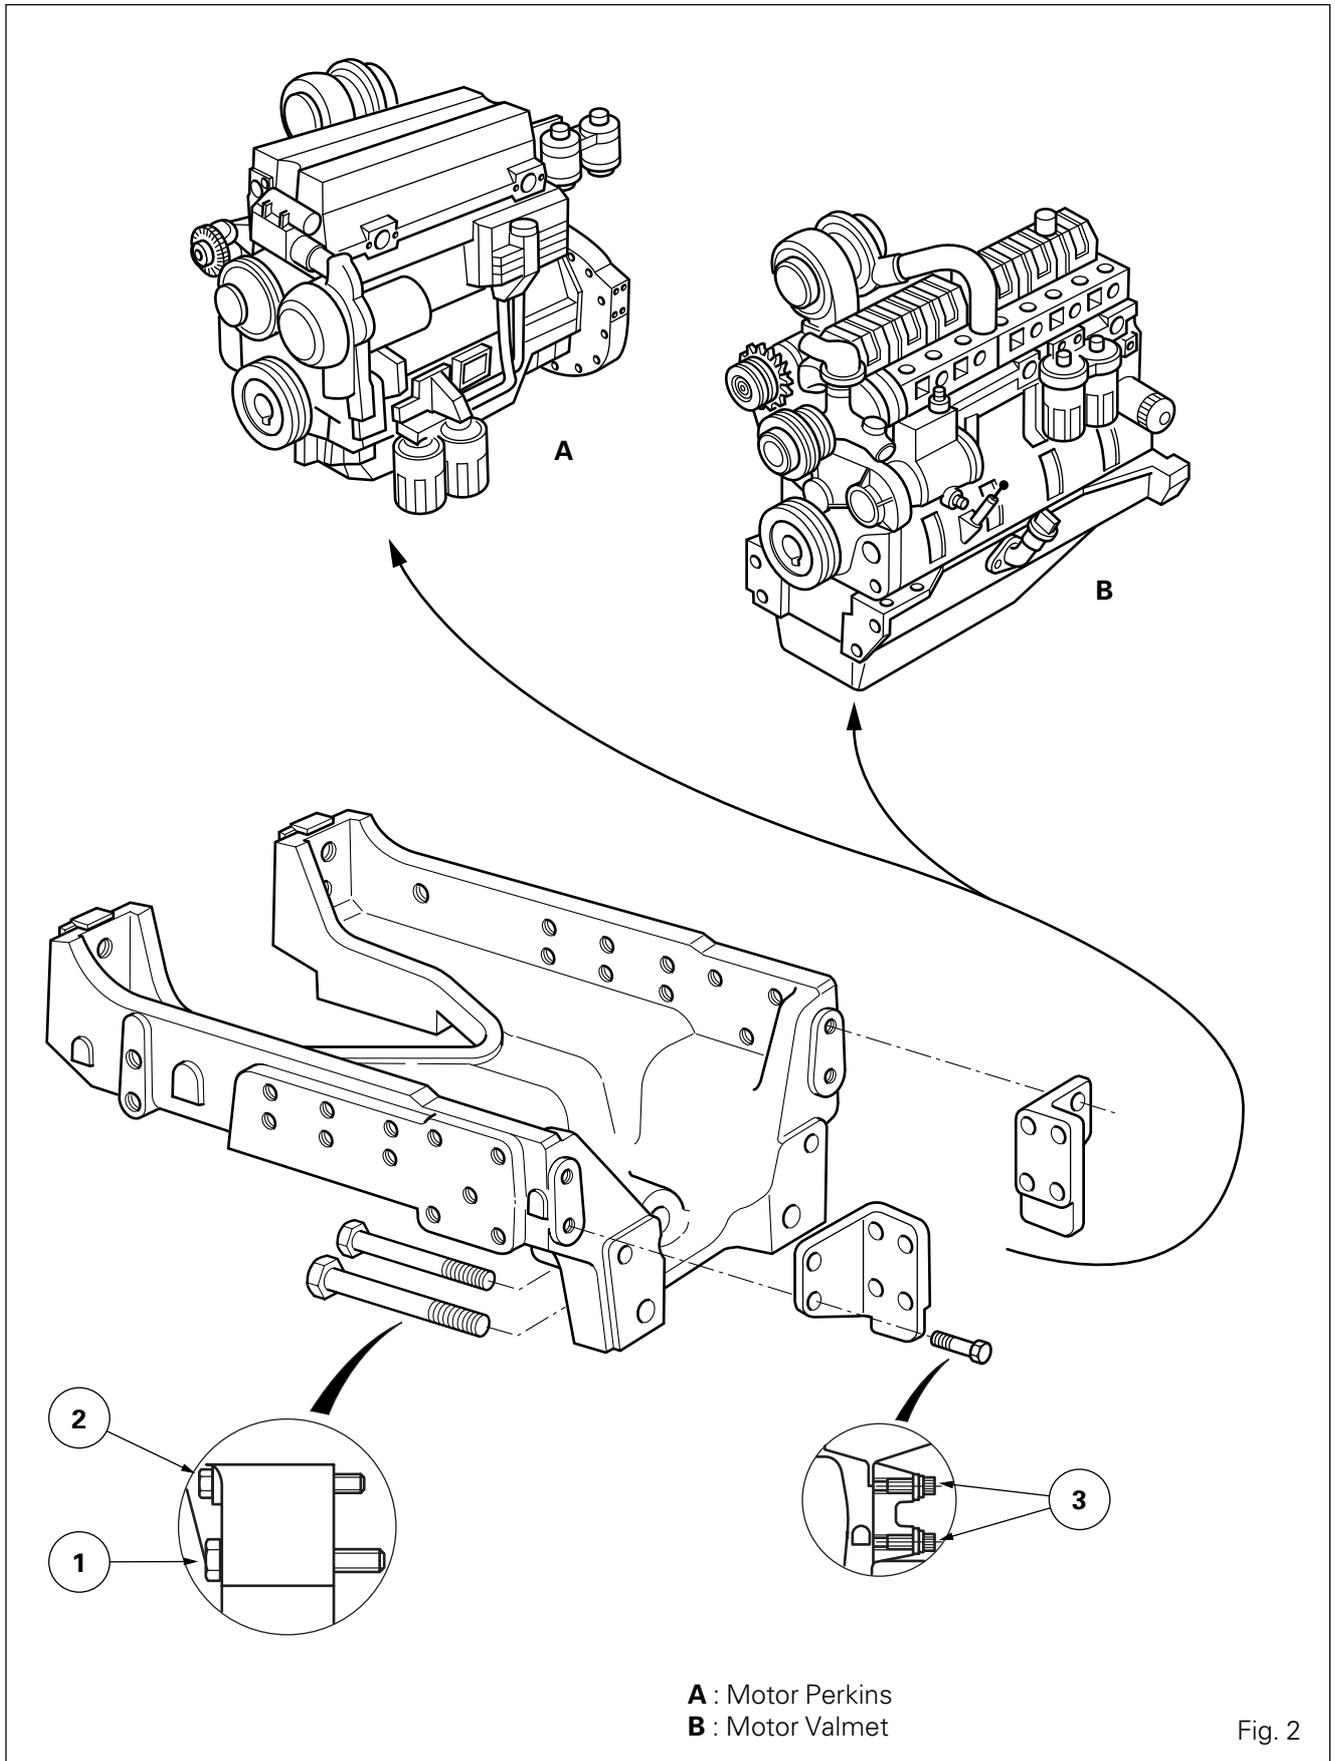

Fig. 2
15. Retirar un tornillo (3) (Fig. 2 - 3) en cada soporte delantero del motor. Atornillar como sustitución dos pasadores guía de longitud suficiente.
18. Acabar con la retirada de los otros tornillos de sujeción (1) (2) (3) (Fig. 2 - 3) del bastidor delantero sobre el motor.
21. Retirar los pasadores guía. Montar y apretar los tornillos (Fig. 2 - 3):